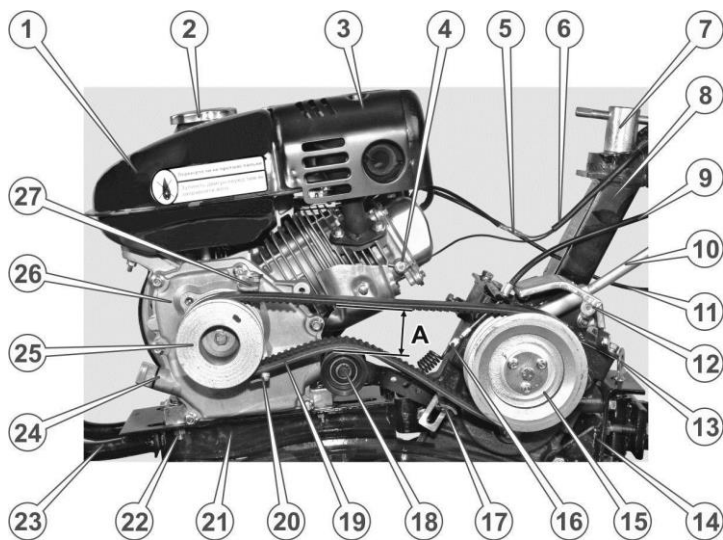

Рис. 4.3. Вид двигуна без кожуха реміної передачі
9. Оглянути двигун мотоблока на механічні пошкодження. Встановити двигун на раму мотоблока (див. рисунок 4.3.) та закріпити болтами, які передбачені в комплекті кріпильних виробів.
19. Важіль перемикавання передач (див. рисунок 4.3.) вставити в гніздо коробки передач, зафіксувати пальцем та зашплінтувати.